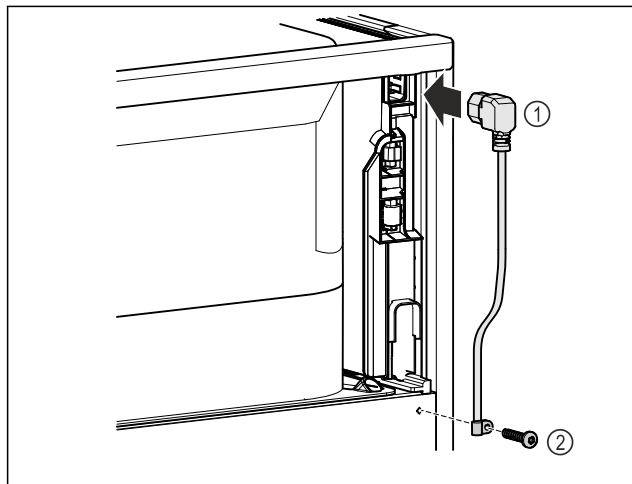

Fig. 9
- ▶ Įkiškite prijungimo prie tinklo laido „šaltojo prijungimo“ jungtį Fig. 9 (1) galinėje prietaiso pusėje.
- ▶ Sumontuokite suveržimo įtaisą. Fig. 9 (2)